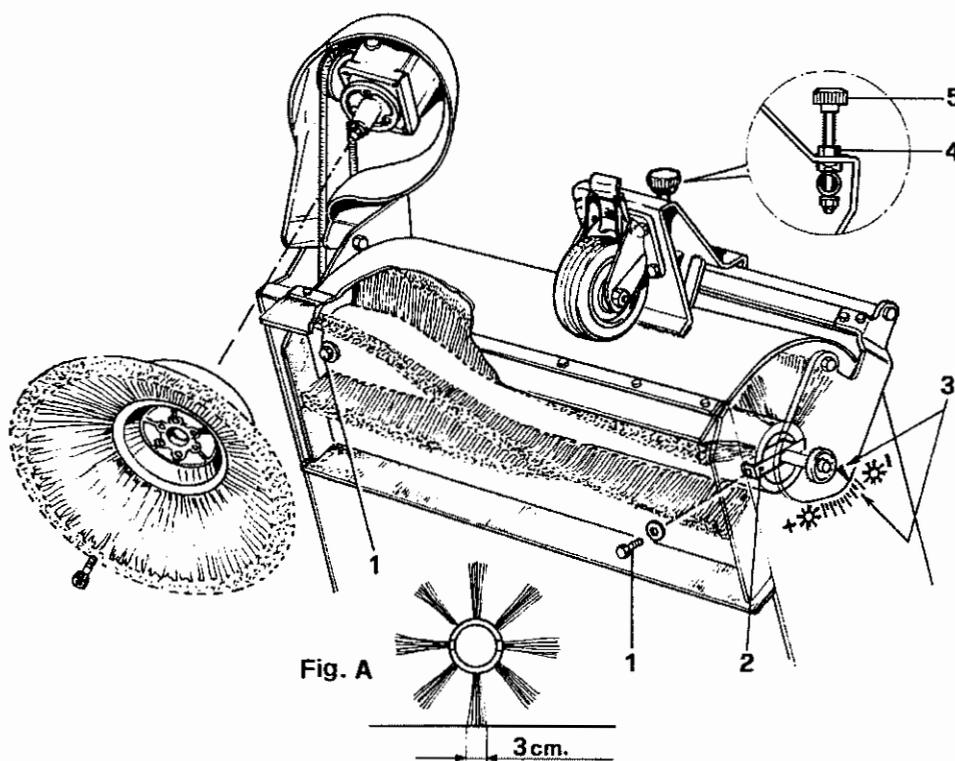

FIG. 4 - SPAZZOLA CENTRALE E LATERALE
N.B.: La seconda tacca e la freccia 3 (fig. 4) corrispondono alla posizione di lavoro con spazzola centrale nuova (traccia di 3 cm).